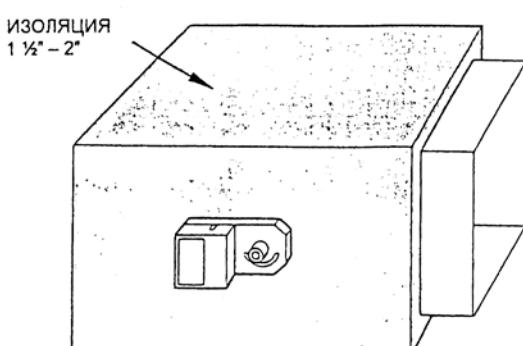

Рис.4 Изолированный прямоугольный воздуховод
- Изолируйте заслонку с помощью теплоизоляции толщиной полтора-два дюйма (уточните по местным нормам). См. рис. 4.